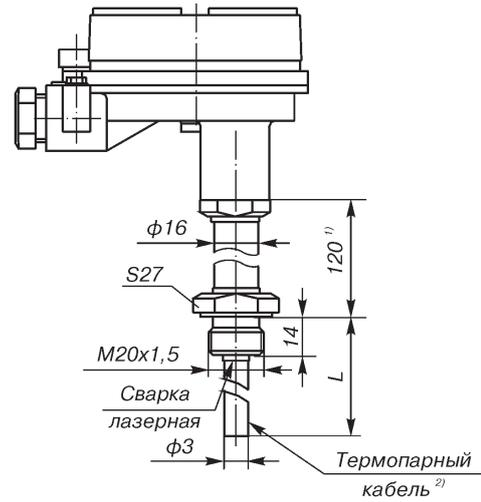

Рис.19 (ост.см.рис.1)
- 19 по рис.19 (только Метран-281, Exia)